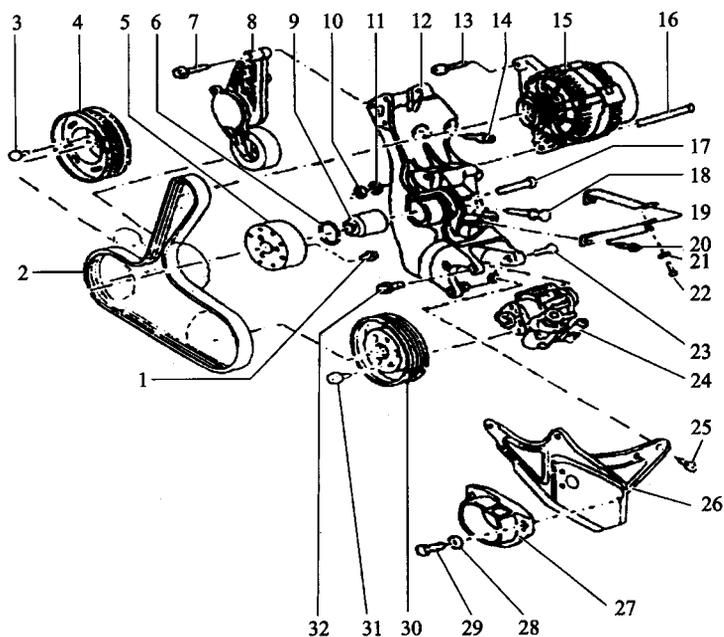

图 1-8 发电机、动力转向油泵 V 带
22) 松开动力转向油泵 V 带轮的螺栓,拆下 V 带轮,如图 1-8 所示。